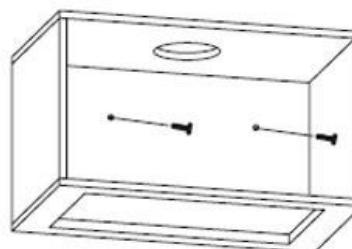

Рис. 4
2. После определения положения и высоты вытяжки закрепите два винта ST40\*30 мм в корпусе сбоку от стены. Убедитесь, что левое и правое крепления могут висеть на шурупах в стене. Смотрите рис. 4.